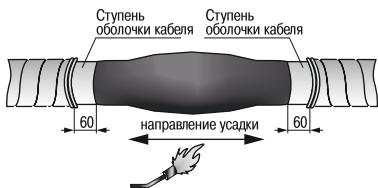

Рисунок 17
4.33 Расстояние от среза брони (защитного покрова) кабеля до торца трубы должно составлять по 60 мм. При необходимости обрезать трубку до получения требуемого размера ступени оболочки кабеля (рисунок 17).